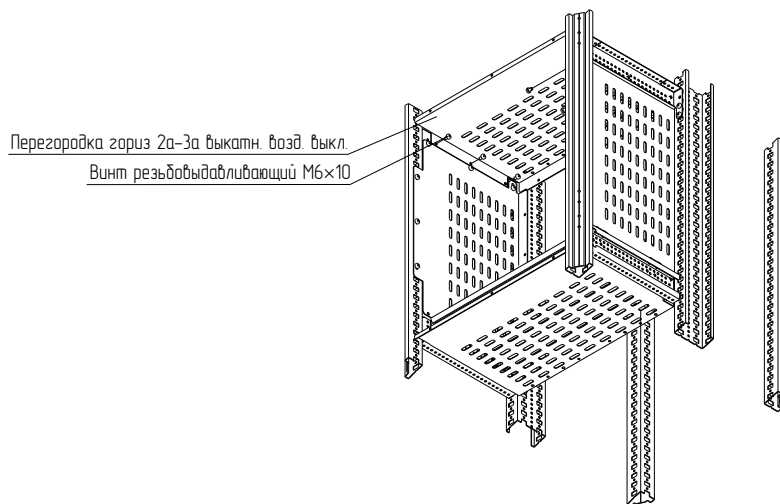

Рисунок 5
4.1.6 Приложить перегородку горизонтальную к верхним отверстиям боковых перегородок и за-крепить винтами M6×10 (рисунок 5). Момент затяжки – 7 Н·м.